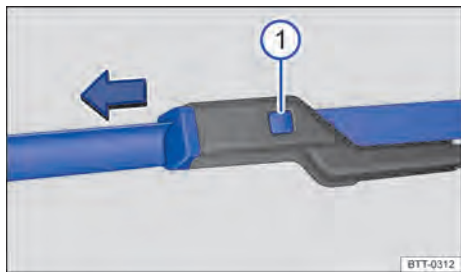

Fig. 137 Substituir as palhetas dos limpadores do para-brisa.
- Manter o botão de destravamento \Rightarrow Fig. 137 ① pressionado e, ao mesmo tempo, retirar a palheta dos limpadores do para-brisa no sentido da seta.